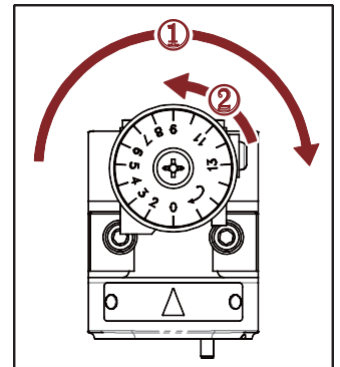
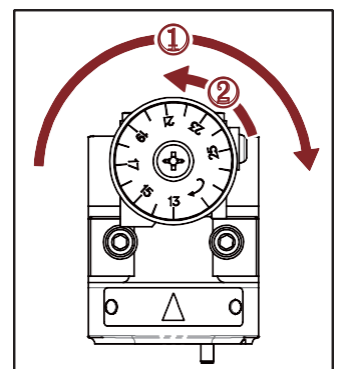

Fig. 7-1
Fig. 7-2
- Base de Posicionamento Direita: $\Phi 2,0$ mm - $\Phi 13,0$ mm (Fig. 7-1)
- ① Gire no sentido horário até o fim.
- ② Gire no sentido anti-horário em "0".
- Base de Posicionamento Esquerda: $\Phi 13,1$ mm - $\Phi 20,0$ mm (Fig. 7-2)
- ② Gire no sentido anti-horário em "13".